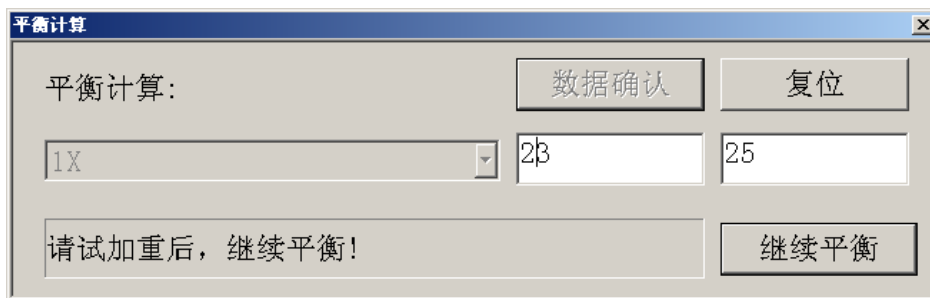
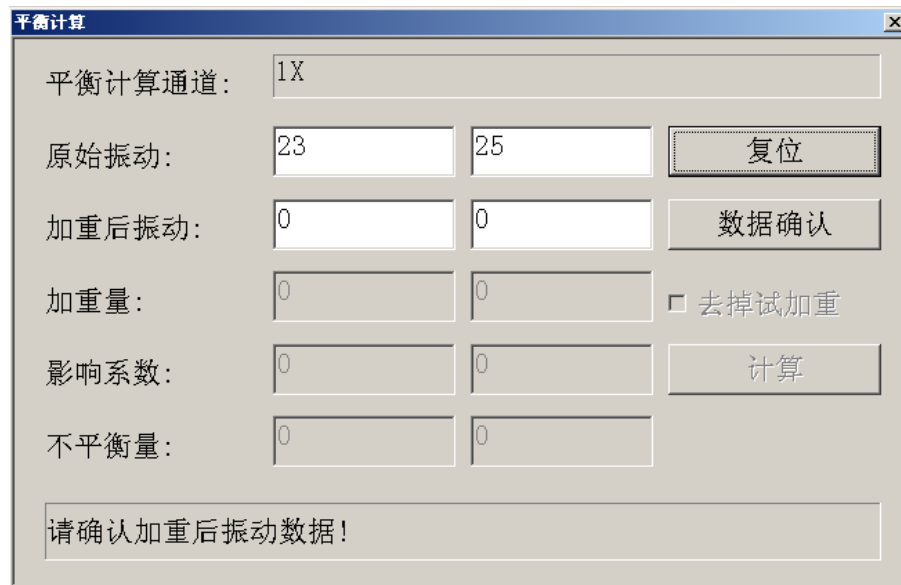

图 4.57 通道原始振动确认与修改界面
图 4.58 试加重后振动数据确认界面
2. 确认测点通道原始振动数据：如图 4.57 所示，在此状态下，可手工修改自动刷新的数据。
4. 重新进入系统测试，打开动平衡计算界面，即图 4.57 状态，点击继续平衡，进入试加重后平衡计算界面，如图 4.58 所示。